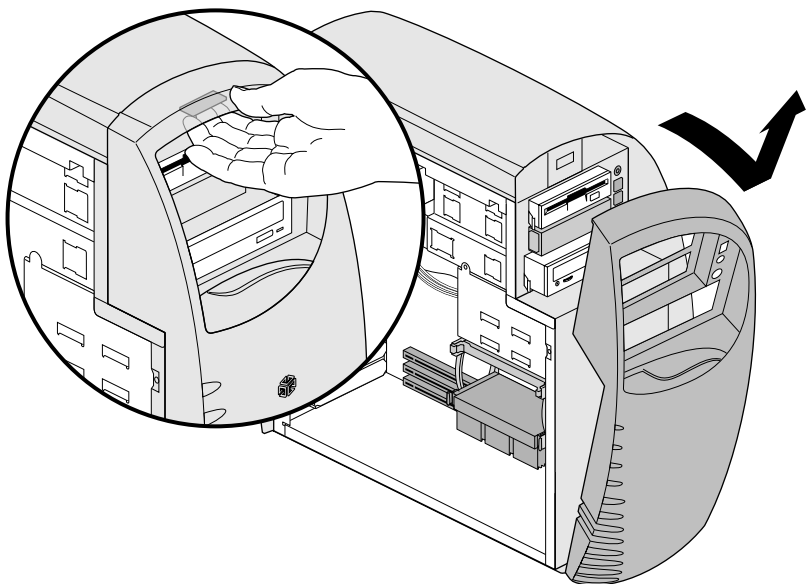

图 2-2 拆除前盖板
2. 向上拉出盖板顶部的门锁，如图 2-2 所示。然后将盖板从系统上移出。